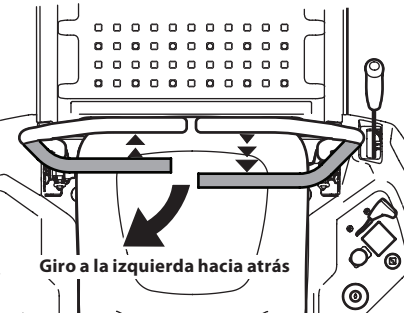

Figura 31
1. Para girar a la izquierda mientras se desplaza marcha atrás, mueva la palanca de control del lado izquierdo hacia adelante respecto de la palanca derecha. Consulte la Figura 31.